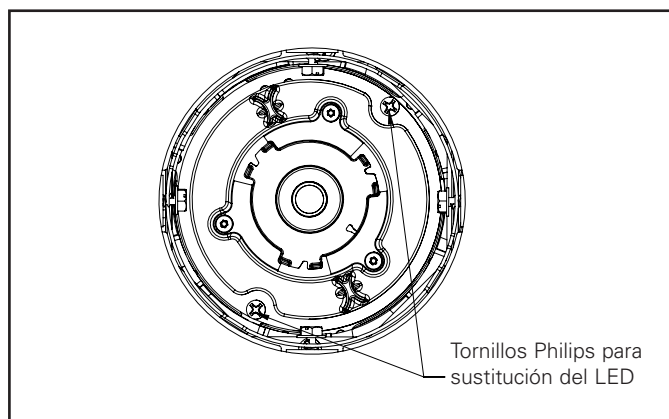

Figura 17
5. Localice los dos tornillos de cabeza Phillips en el disipador de calor (Figura 17).